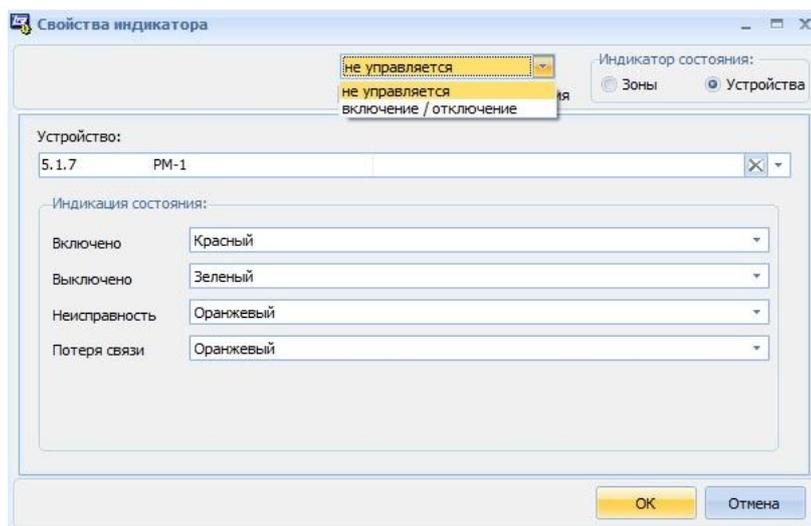

Рис. 12 Окно **Свойства индикатора**, Устройства
6. Для привязки к данному индикатору исполнительных устройств следует установить значок выбора в графе *Устройства* в правом верхнем углу окна **Свойства индикатора**, в результате чего окно изменит свой вид (Рис. 12):